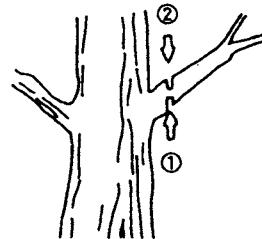

Fig. 3-3
- When pruning a limb 4 inch diameter or larger, cut as follows: (Fig. 3-3)
- Lors de l'émondage d'une grosse branche de 4 pouces de diamètre ou davantage, effectuer le coupage de la façon suivante: (Fig. 3-3)